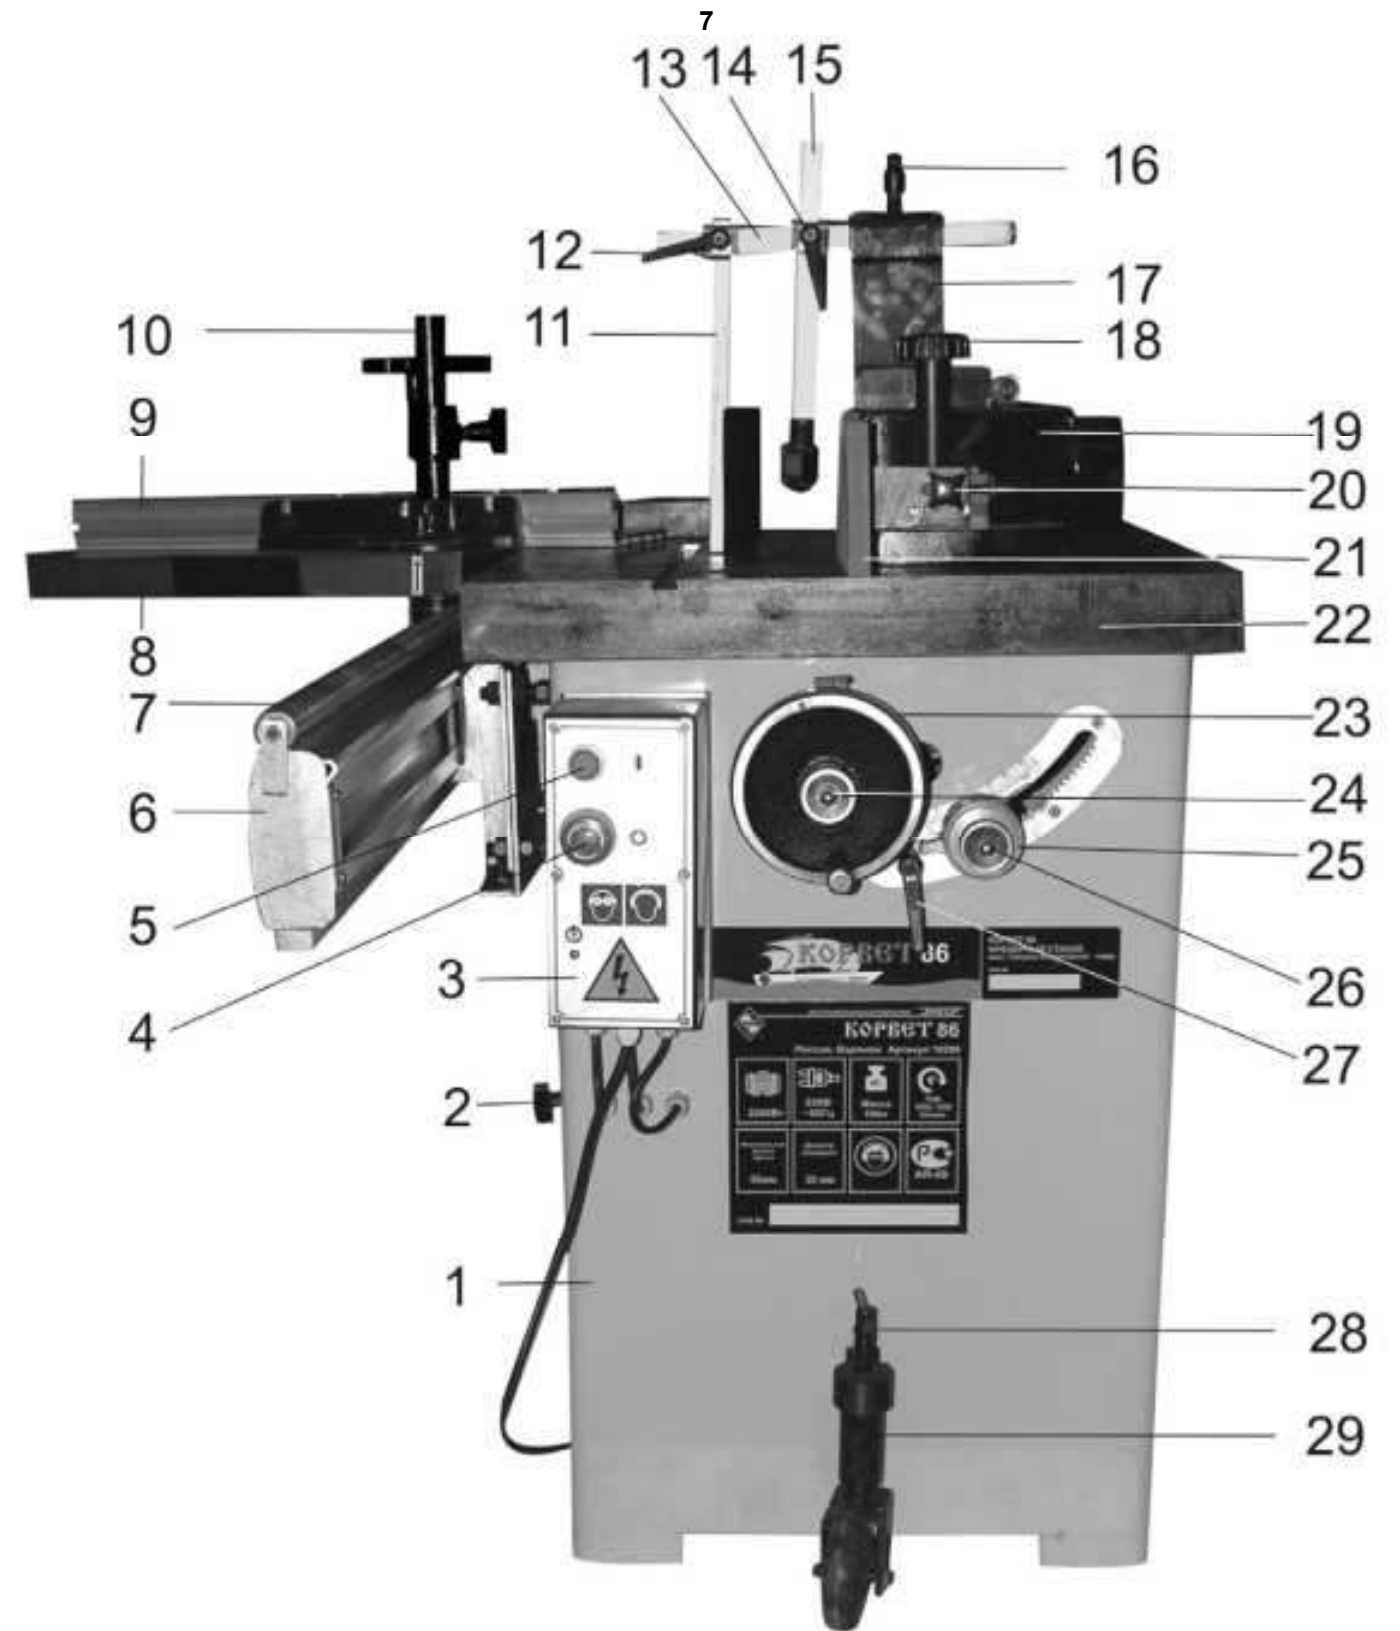

Рис.2
- замкнуть контакты выключателя SQ1, для чего ручкой (27) разблокировать шпиндель станка, Рис. 2;
- замкнуть контакты выключателя SQ2, для чего закрыть дверцу основания (1) станка, Рис. 2;
- установить красную кнопку «выкл.» (4) поворотом по часовой стрелке в выдвинутом положении, Рис. 2;
- нажать на зелёную кнопку SB2 (5). На магнитный пускатель KN подаётся напряжение, замыкаются контакты KM, подаётся напряжение на двигатель 1М.
- разомкнуть контакты SB1 нажатием красной кнопки «ВЫКЛ.» (4) Рис. 2;
7.1. Станок состоит из следующих сборочных единиц и деталей (Рис. 2)
8.1. Монтаж и перемещение фрезерного станка (Рис. 2, 3, 4, 5)
8.2. Установка подвижного стола (Рис. 2, 6)
8.3. Установка фрезерных головок или насадных фрез (Рис. 2, 7, 8)
8.4. Установка и регулировка оборудования для криволинейного фрезерования (Рис. 2, 9, 10, 11)
8.5. Установка и регулировка оборудования для прямолинейного фрезерования (Рис. 2, 12)
9.1.8. Определите необходимую скорость вращения шпинделя для предстоящей обработки заготовки. Для изменения частоты вращения шпинделя за ручку (2) откройте дверцу основания (1), Рис. 2. Удерживая гайку (63) ручкой (66), ослабьте фиксацию положения электродвигателя (62). Перемещением электродвигателя (62) ослабьте натяжение ремня передачи (65) на шкивах (61 и 64).
10.2. Включение (Рис. 2)